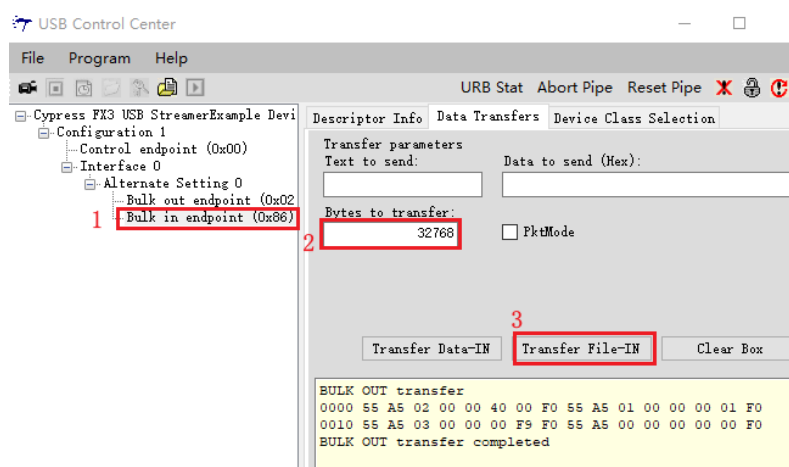

图 74-14 数据接收界面设置
7. 点击“Transfer File-IN”将采集到的数据以文件的形式保存，操作图 74-14 如下所示。